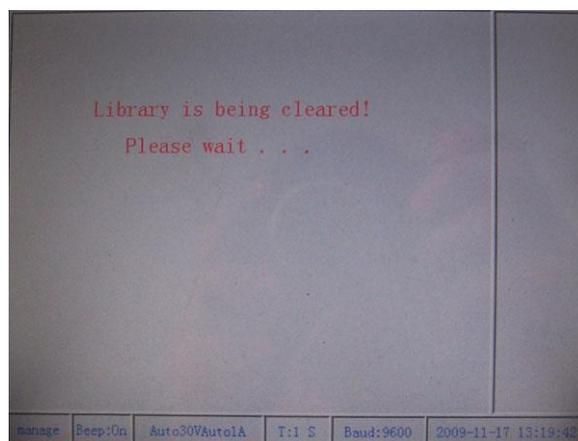

Рисунок 4.8.2.3 Сообщение об очистке памяти
- 5 - кнопка удаления группы записей, на которой установлен курсор, при нажатии этой клавиши появляется окно с запросом пароля (рис.4.8.2.2), после ввода пароля будут удалены все записи (рис.4.8.2.3);